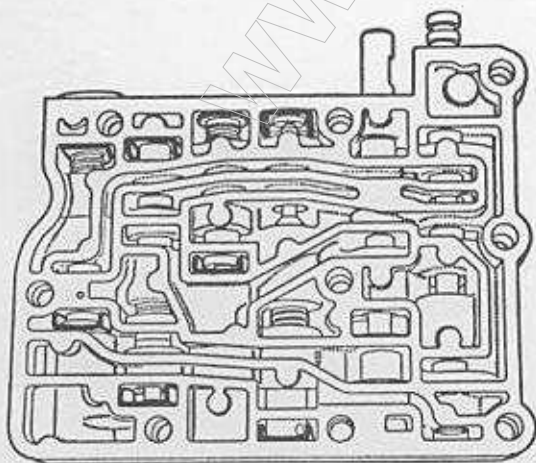

Fig. 18 - Pre-modifica
- 5 - Le piastrine "C", di ritegno, vanno montate come indicato nelle figure 18 e 19, rispettivamente per i gruppi valvole **PRE-MODIFICA** e per quelli **POST-MODIFICA**.